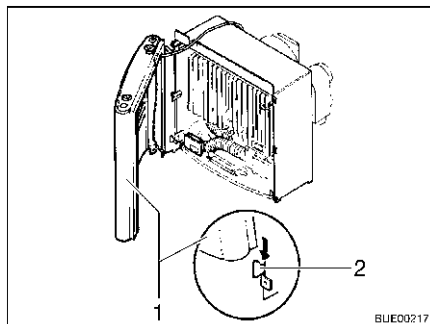

Fig. 111 Habillage du chauffage, pattes de retenue
- Monter l'habillage du chauffage. Pour ce faire placer l'habillage (Fig. 111,1) sur les pattes de retenue inférieures (Fig. 111,2).